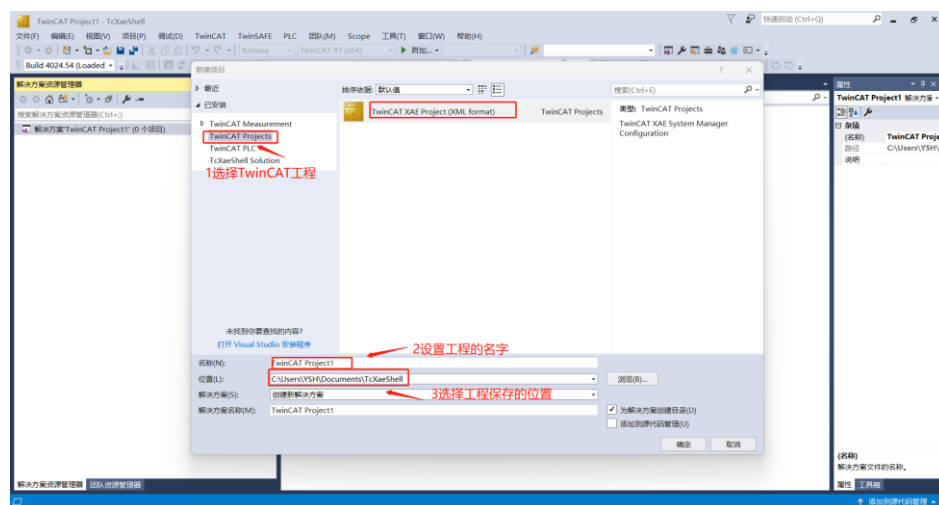

图 1-5 项目选择
2、选择要建立的工程项目，并设置好名称和存放位置如图 1-5 所示：